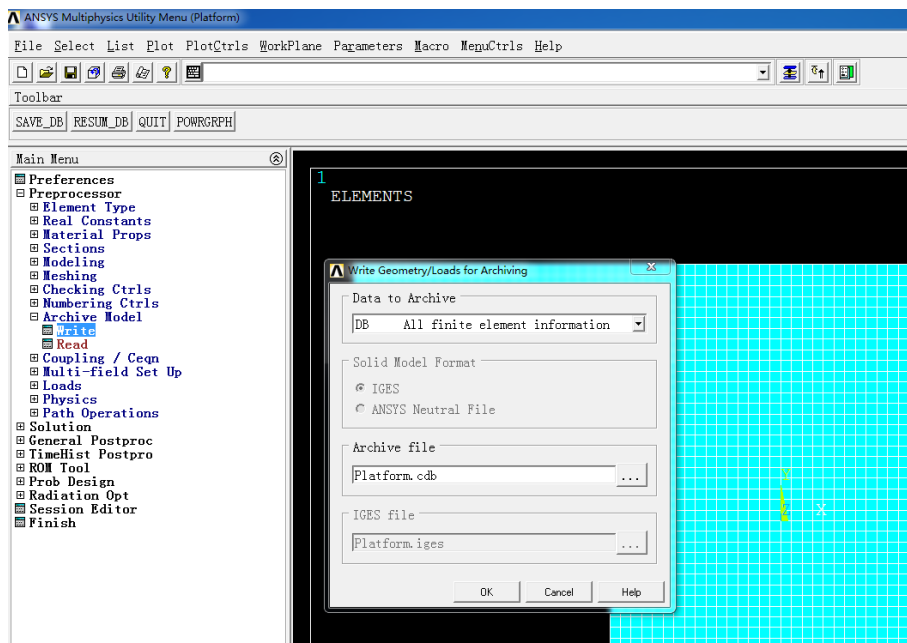

图 2.2
2. 运行 ANSYS 经典界面，选择菜单 **File | Read Input from**，读入修改后的 **PlatformShell63Demo.ans**；然后选择菜单 **Preprocessor | Archive Model | Write**，输出 **Platform.cdb** 文件，如图 2.2 所示。